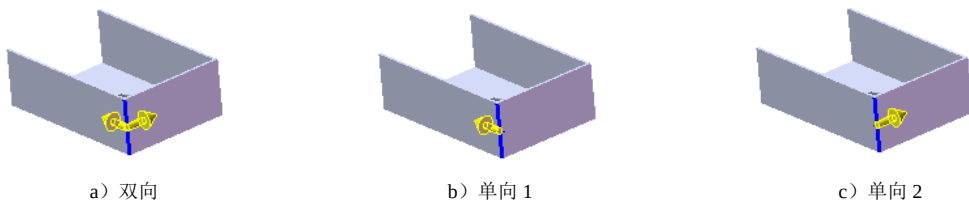

图 7.5.16 切换切口方向
- 单击 **改变方向(C)** 按钮，可以切换三种不同类型的切口方向。默认情况下，系统使用“双向”切口，如图 7.5.16 所示。